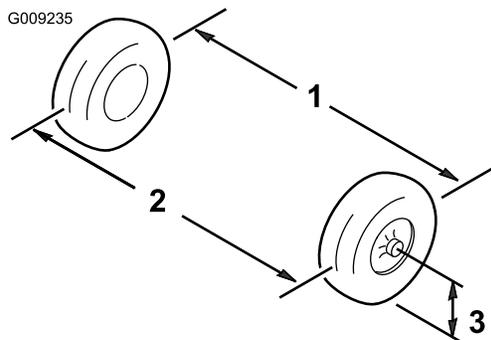

Figura 32
4. Mida la distancia entre los neumáticos delanteros a la altura del eje, en la parte delantera y trasera de las ruedas (Figura 32).